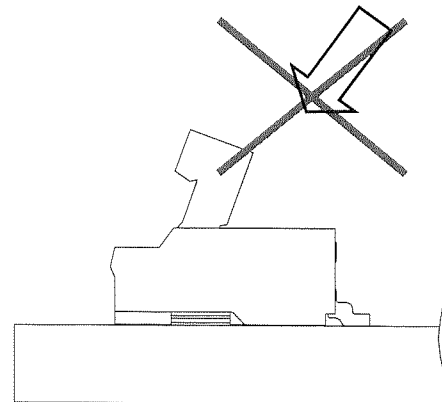

図 5 注意事項 6.1.3
Fig.5 notes 6.1.3
6.1.3 アクチュエータの回転途中に図5の矢印の方向に負荷を加える
6.1.3 The load is added in the direction of the arrow of Figure 5 while rotating the actuator.
7.1.2 アクチュエータを 110 度以上回転させる。アクチュエータ全開状態で 10N以上の荷重をかける(図 5)